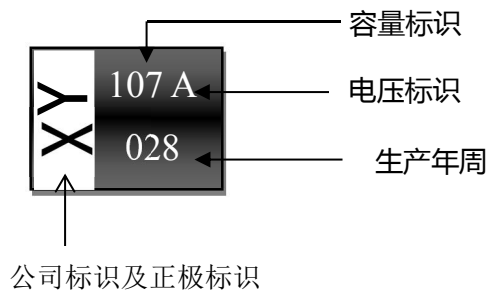

图 2 产品标识图
- (1) 商标及正极标识
- (2) 标称电容量
- (3) 额定工作电压
5.2 标志说明 (举例): 见图 2。